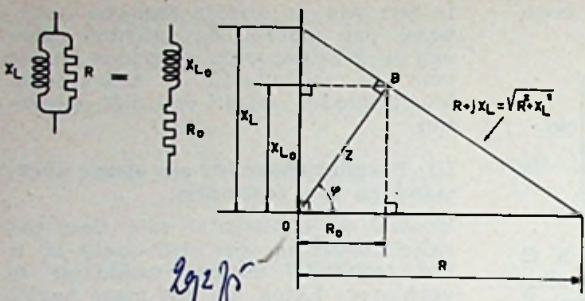

Fig. 13
De loodlijn, die we uit het hoekpunt van de rechte hoek (0) neerlaten op de schuine lijn levert Z op (fig. 13).